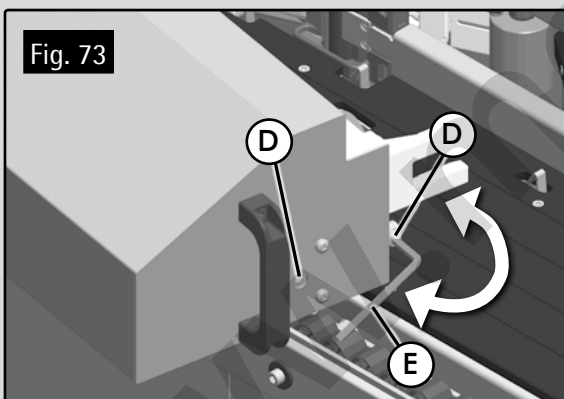

Fig. 73
- Para tensar la banda, girar los tornillos D (Figs. 73 y 74) en sentido horario con ayuda de la llave E. Los dos tornillos D, deben regularse igual, dándoles el mismo número de vueltas, para mantener la alineación del rodillo. La correa A (Fig. 72) estará tensada cuando quede completamente plana. Tensar en exceso la banda, puede provocar un deterioro prematuro de la misma.